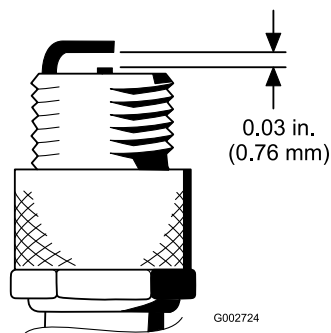

Figura 30
4. Ajuste la distancia entre el electrodo central y el electrodo lateral a 0,76 mm; consulte Figura 30. Tras ajustar correctamente los electrodos, coloque la bujía con su junta y apriétela a 23 N-m. Si no utiliza una llave dinamométrica, apriete la bujía firmemente.